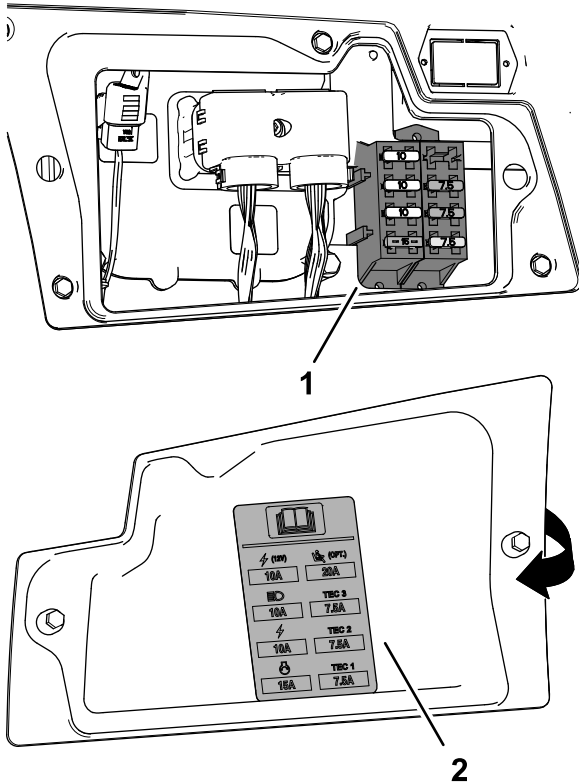

図 99
3. 切れているヒューズを交換する図 99。同じタイプ、同じ電流値のヒューズに交換する。